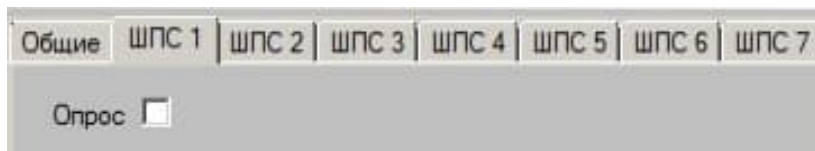

Рисунок 14 – Окно «Настройки ШПС»
8.11 Во вкладках каждого «ШПС» можно включить или выключить опрос шлейфа пожарной сигнализации (рисунок 14).